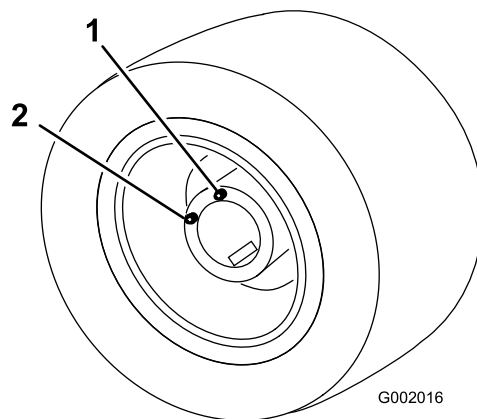

图63
5. 如**图63**所示、缓慢移动车辆、直至车轮定位为加油位置